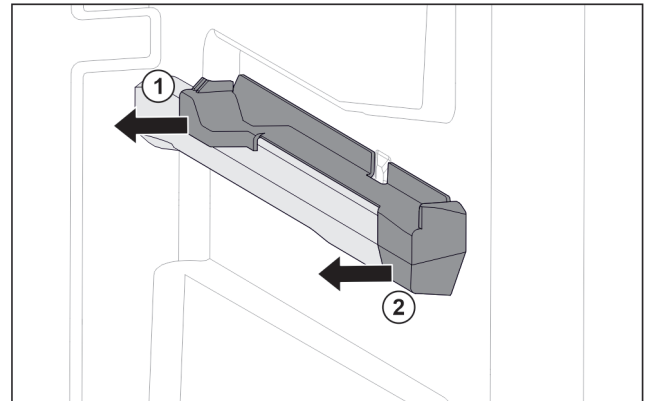

Fig. 68 Aufsteckteil auf der rechten Behälterrippe
- Aufsteckteil hinten zur Seite abziehen. Fig. 68 (1)
- Aufsteckteil vorne zur Seite abziehen. Fig. 68 (2)